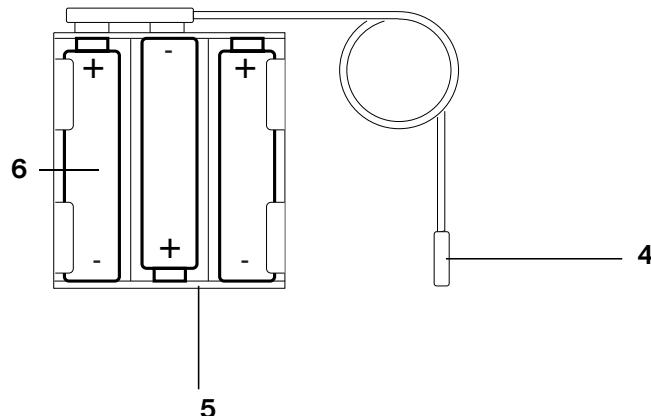

Abb. 5: Batteriepack
- Entfernen Sie die verbrauchten AlkMn-Batterien **6** (siehe Abb. 5).
- Verbinden Sie die Kabelsteckverbindung **4** (siehe Abb. 5) mit der Leiterplatte im Oxylog 2000 (Anmerkung: die Kabelsteckverbindung ist pincodiert!).